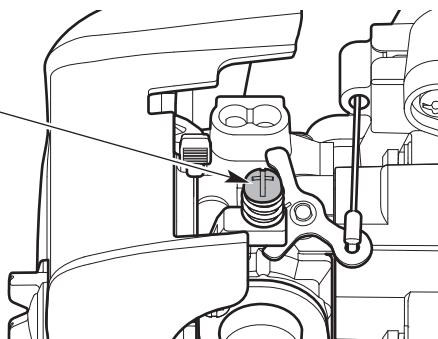

Fig. 14
- Si el motor se para, aumente la velocidad de ralentí. Use un destornillador Phillips pequeño para girar el tornillo de velocidad de ralentí en el sentido de las agujas del reloj, 1/8 de giro cada vez hasta que el motor funcione al ralentí de manera uniforme (Fig. 14).
- Si los dientes giran cuando el motor funciona al ralentí, reduzca la velocidad de ralentí. Gire el tornillo de velocidad de ralentí en el sentido contrario de las agujas del reloj, 1/8 de giro cada vez, hasta que los dientes se detengan (Fig. 14).